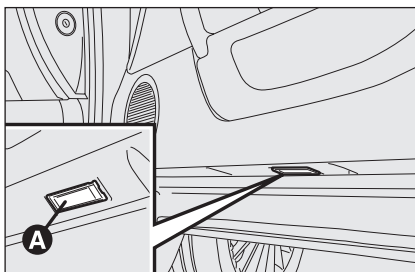
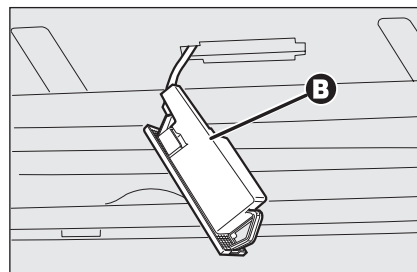

fig. 44
fig. 45
- ☐ ouvrir la porte et enlever le transparent **A-fig. 44** en faisant levier sur le point indiqué par la flèche;
- ☐ soulever la protection **B-fig. 45** et remplacer l'ampoule engagée à pression;
- ☐ refermer la protection **B-fig. 45** sur le plafonnier **A-fig. 44**;